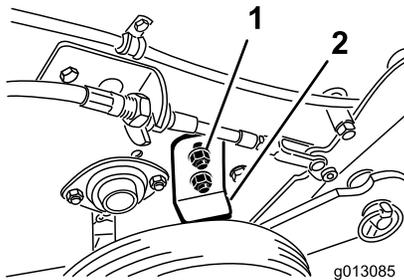

Figura 17
2. Afloje las tuercas que sujetan el tope de la rueda del lado derecho de la máquina (Figura 17).